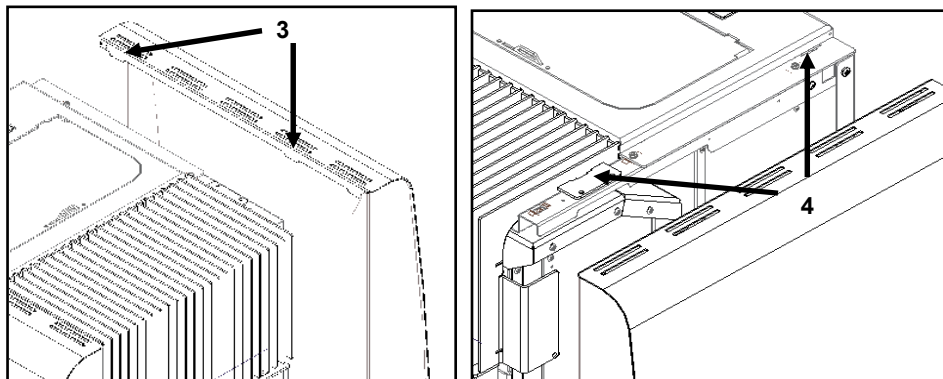

Figura 104 – Colocação das envoltentes
d) De seguida, encaixar primeiro os furos inferiores **1** das capas laterais, nos guias **2** que se encontram no fundo da máquina, depois no sentido descendente encaixar os apoios **3** nos rasgos **4**, como demonstra a Figura 104.